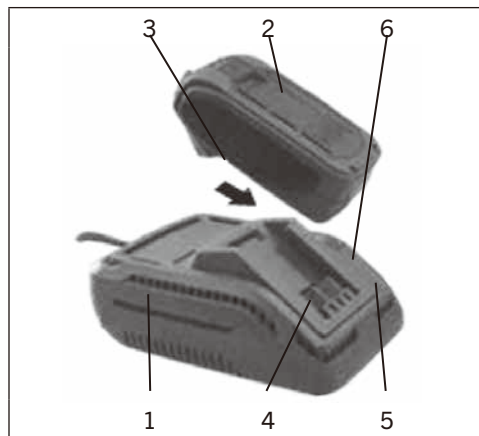

FIG. 1
1. Ne coupez pas de branches au-delà du diamètre spécifié indiqué, ne coupez pas d'objets durs tels que du métal, de la pierre ou tout autre (Fig.1) matériau non végétal. Si les lames sont usées ou endommagées, veuillez les remplacer.
1. Placez le chargeur de batterie (1) dans un emplacement sec près d'une prise électrique de 110–120 V 60 Hz (Fig. 1).